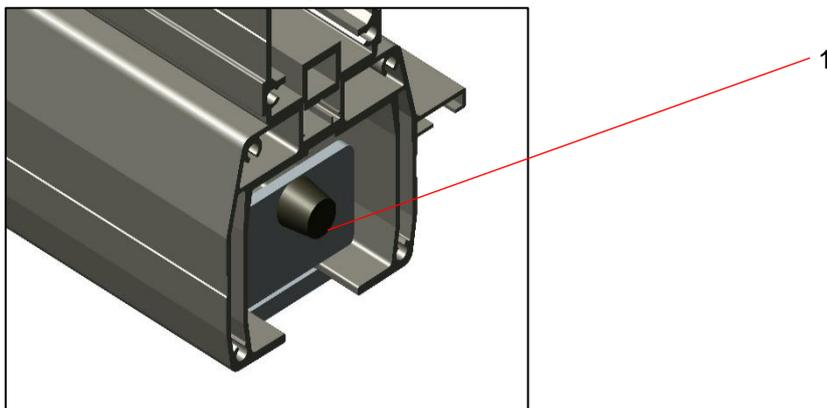

Abbildung 8: Laufschiene, Endanschläge
8. Endanschläge (1) befinden sich an der Unterseite der Laufschiene und dienen u.a. zur Transportsicherung, siehe *Abbildung 8: Laufschiene, Endanschläge*.